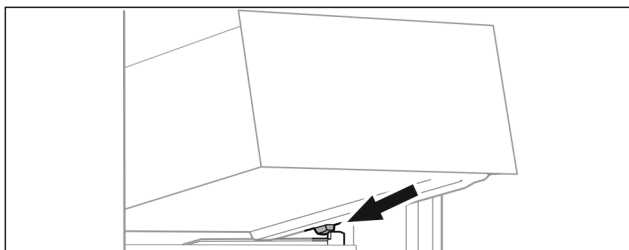

Fig. 92
- ▶ Schubfach schräg hinter den Stoppern auf Behälterrippe aufsetzen. (siehe Fig. 92)